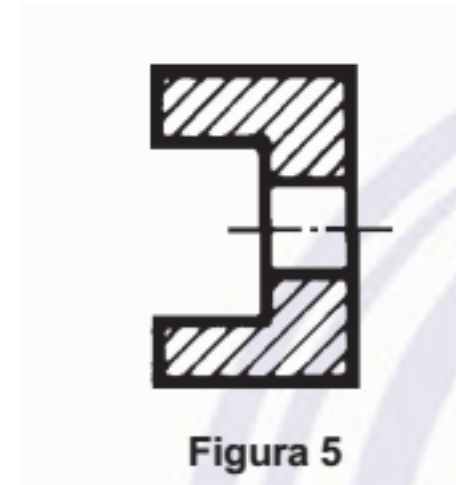

Figura 5
5.3 As hachuras, em uma mesma peça, são feitas sempre numa mesma direção (Figura 5).